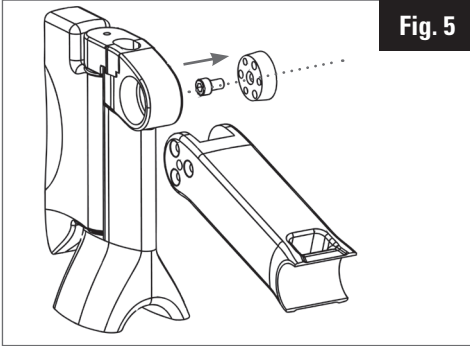

Fig. 5
1. Desengrase los conos (1&6), la cabeza de la horquilla (3) y los brazos de la potencia con un paño seco.
2. Engrase el tornillo M6 x 10 mm (4).
3. Atornille y apriete manualmente el tornillo M6 x 10 mm en el cono izquierdo. La cabeza del tornillo debe descansar sobre el pequeño diámetro del cono (Fig. 5).